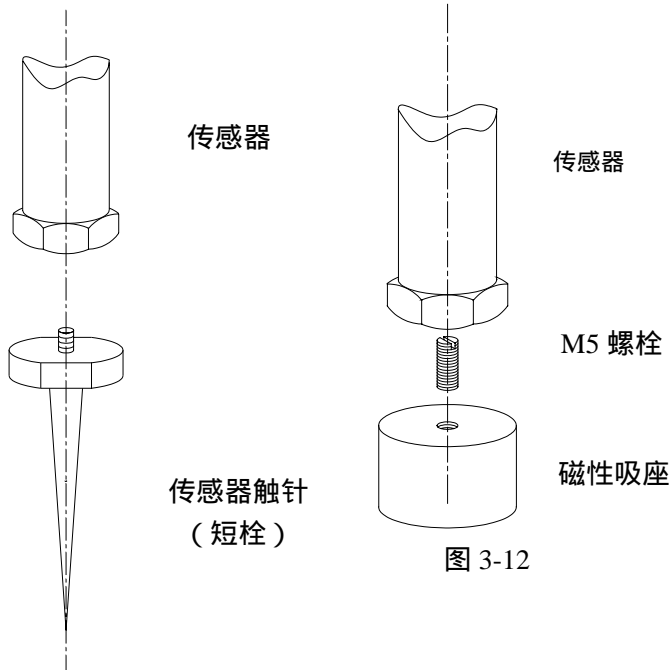

图 3-10
2) 用手把持传感器(配触针或握把；其装配见图 3-10、3-11，其使用见例 3 或图 3-15、3-16) 置于被测物体上：测试频率应小于 1000Hz，振动能量不能太小；